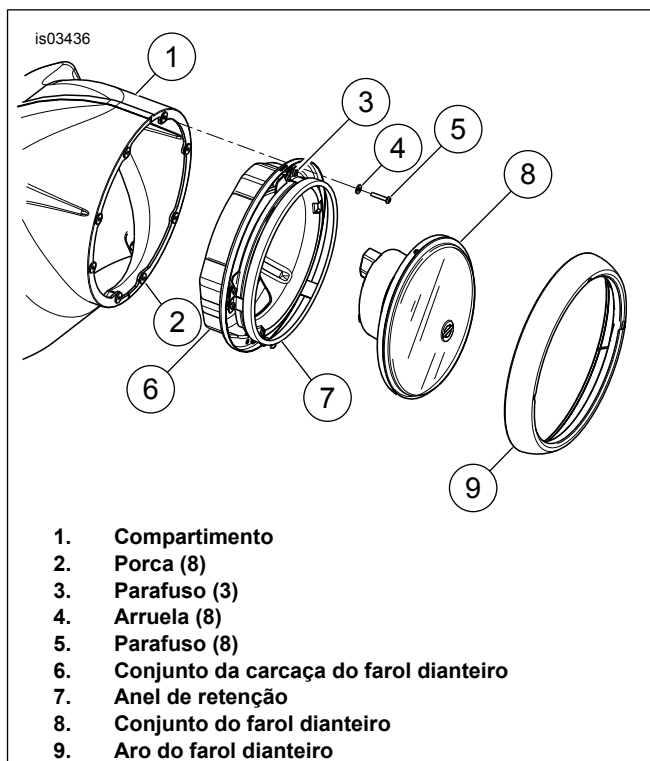

Figura 6. Instalação do farol dianteiro
15. Veja Figura 6. Instale o conjunto do farol dianteiro (8) removido anteriormente na carcaça do farol (6) usando o anel de retenção (7) e os três parafusos (3).
17. Instale o conjunto do farol dianteiro e a carcaça no compartimento usando oito arruelas (4) e parafusos (5) do kit.